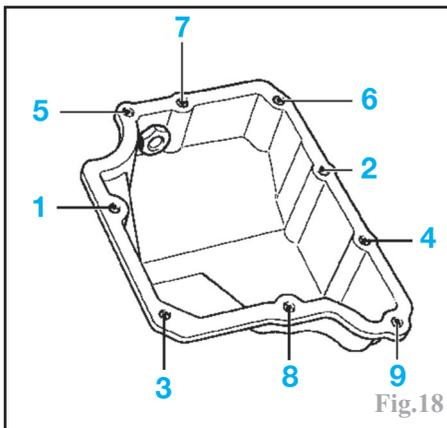

Fig.18
-serrer les vis de fixation du couvercle en respectant l'ordre et le couple de serrage prescrit (Fig.18), après avoir appliqué sur leur filetage une goutte de produit frein filet moyen et étanche (par exemple **Loctite Frenétanch**).